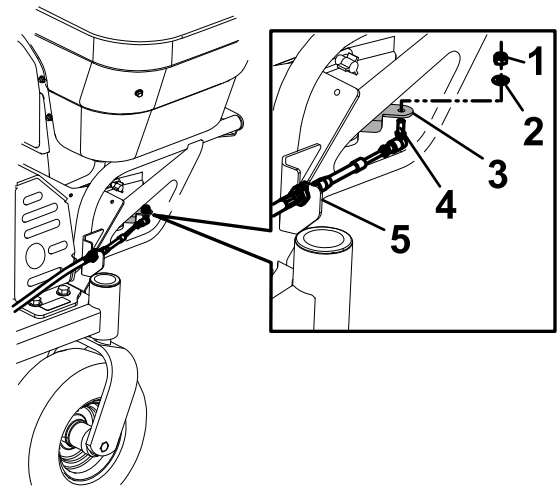

Figura 7
4. Introduzca el extremo del cable en el orificio del brazo de la compuerta; sujete el extremo del cable con una arandela y una contratuerca (1/4"), como se muestra en la Figura 7.